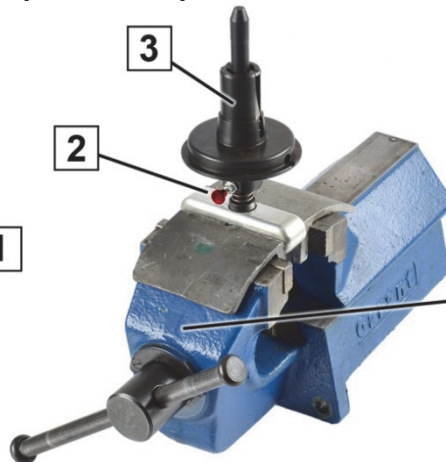

Fig. 2: Spenne fast spesialverktøy
2. Stram spesialverktøyet (3) i skruestikken (5) (fig. 2).